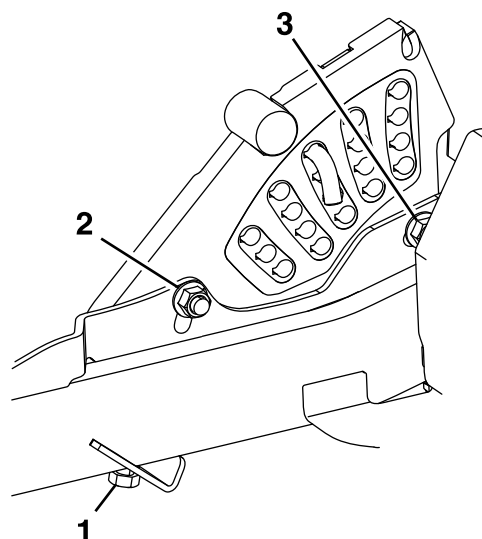

Figura 76
7. Si la carcasa está demasiado baja, apriete el perno del ajuste de un solo punto girándolo en el sentido de las agujas del reloj (Figura 76).